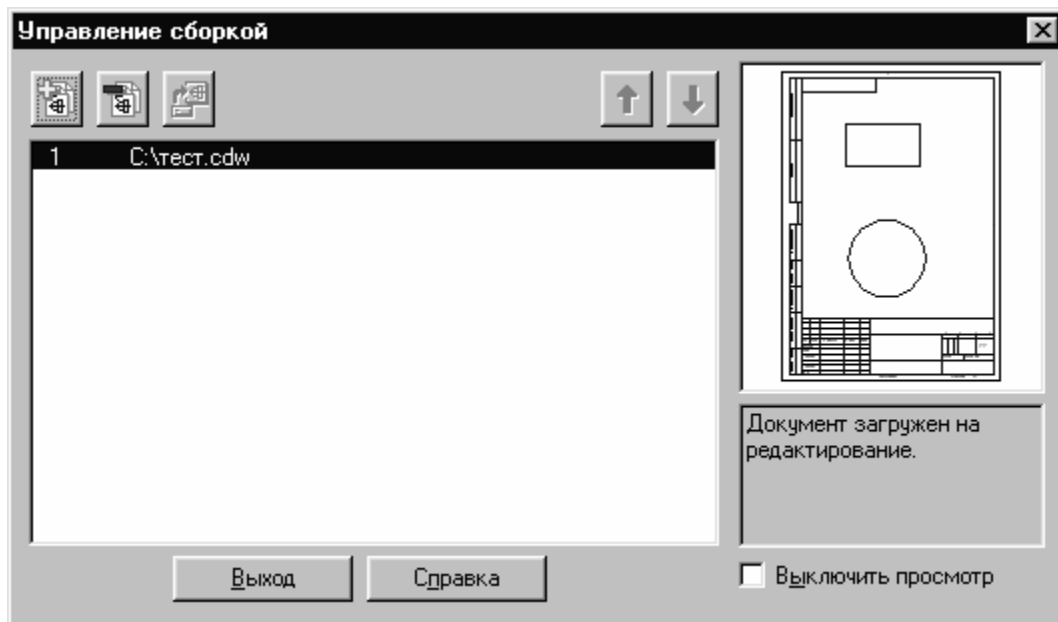

Рис. 52. Управление сборкой
- 3.12. Создайте новую спецификацию. Выберите пункт меню **«Сервис»** → **«Управление сборкой...»**. В открывшемся окне нажмите кнопку **«Подключить документ»**  выберите файл только что созданного вами чертежа (рис. 52).